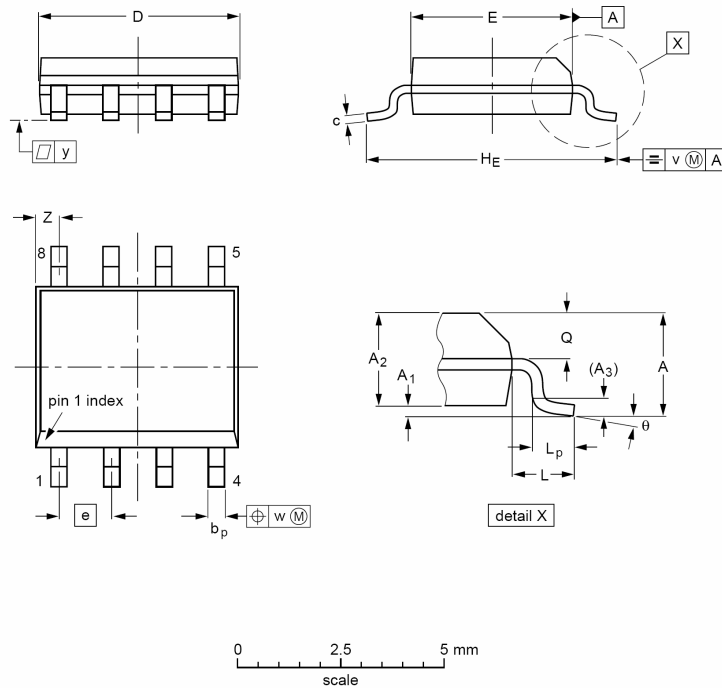

图 20 SOT96-1
- SO8——8 脚塑料小形封装，片体宽度 3.9mm，管脚间距 1.27mm（50mil），参见图 20。
表 31 图 20 的尺寸说明（英寸数是从毫米尺寸换算出来的）